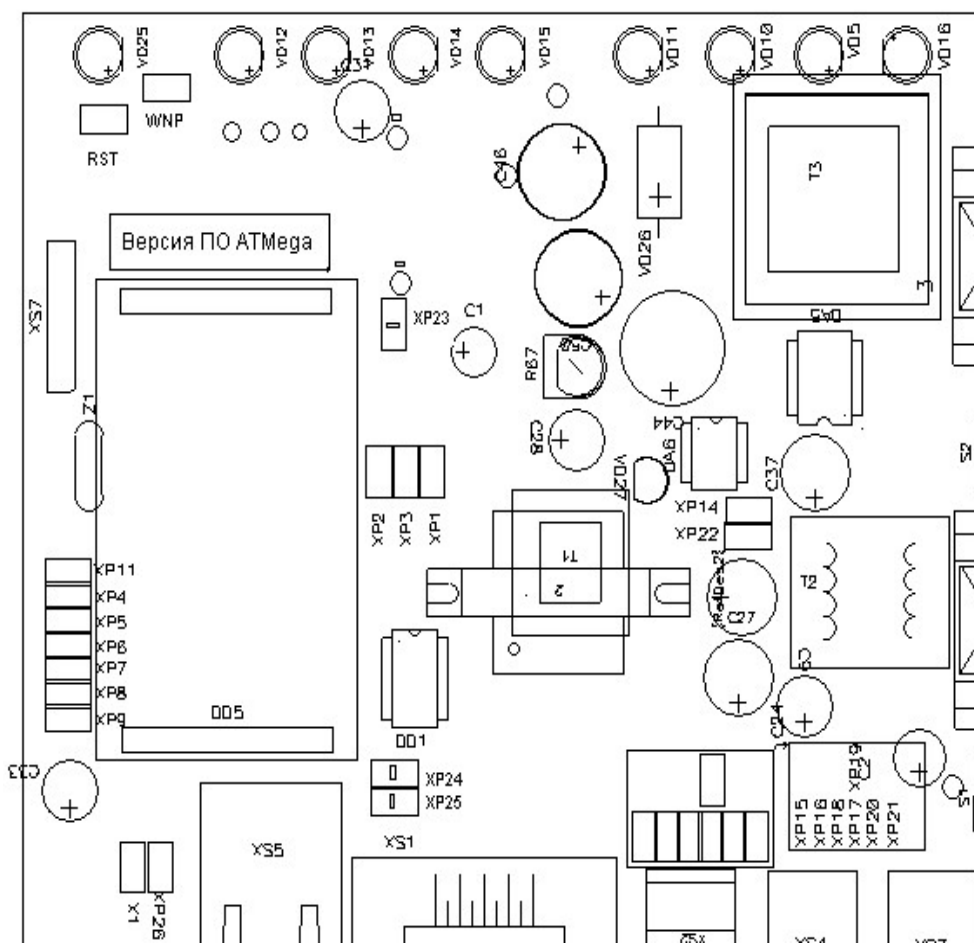

Рисунок 5: Расположение
4.6 Выбор необходимой конфигурации коммуникатора в зависимости от типа поддерживаемого устройства осуществляется конфигурационными переключками и установкой модуля ТСР/IP-01 с необходимой программой (см. табл. 2). Расположение переключек приведено на рис. 5.
4.7. Версия программного обеспечения микроконтроллера ATmega написана на соответствующей этикетке (см. рис. 5).
Исключение составляет переключка WNP (см. рис. 5). При включении питания коммуникатора при установленной переключке WNP действуют заводские значения ip-параметров (пароль доступа к конфигурации не установлен). Если переключка WNP снята, то действуют установленные пользователем параметры. Если переключка WNP установлена, то коммуникатор находится в режиме установки ip-параметров и работать не будет. После завершения установки ip-параметров ее обязательно нужно снять.